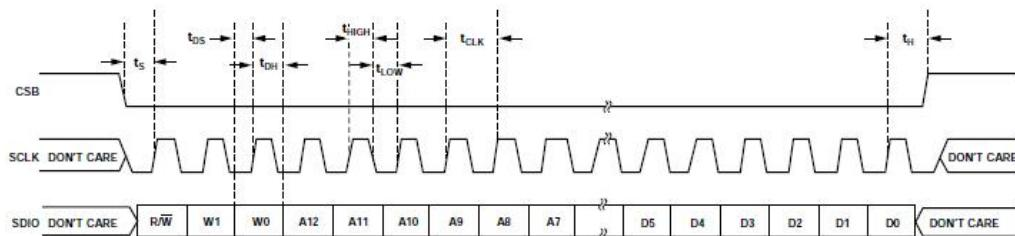

图 9. SPI 串行端口接口时序
**CSB** 的下降沿与 **SCLK** 的上升沿共同决定帧的开始。图 9 为串行时序图范例。